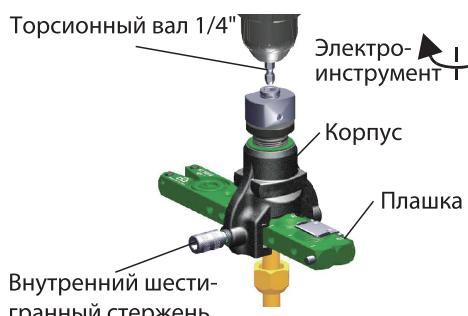

Рис. 9
2. С помощью электроинструмента выполните плавную развалицовку.( рис.9).